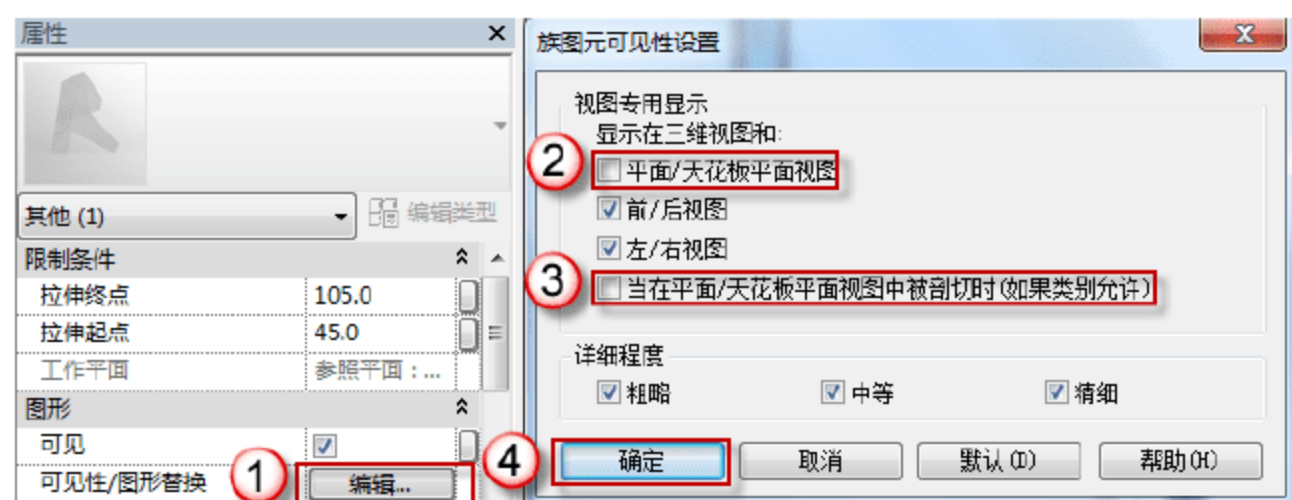

图 6.1.13 修改门的可见性
(12) 修改门框的可见性。在门框的“属性”面板中,单击“图形”栏“可见性/图形替换”后的“编辑”按钮,弹出“族图元可见性设置”对话框,取消“平面/天花板平面视图”和“当在平面/天花板平面视图被剖切时(如果类别允许)”复选框的选择,单击“确定”按钮,如图6.1.13所示。